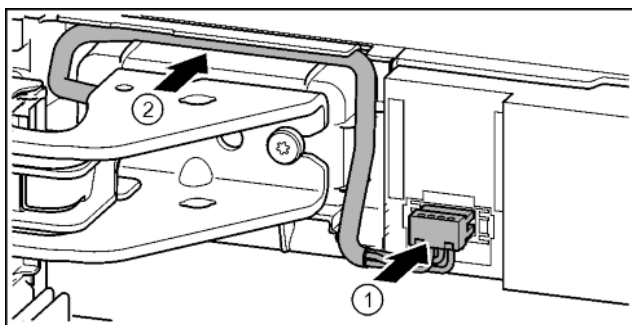

Fig. 35
- ▶ Wcisnąć wtyczkę nad górną płytką zawiasu i ostrożnie ułożyć w kanale skrętkę kablową. Fig. 35 (1)
- ▶ Szary kabel ostrożnie ułożyć w przewodnicy nad górną płytką zawiasu. Fig. 35 (2)